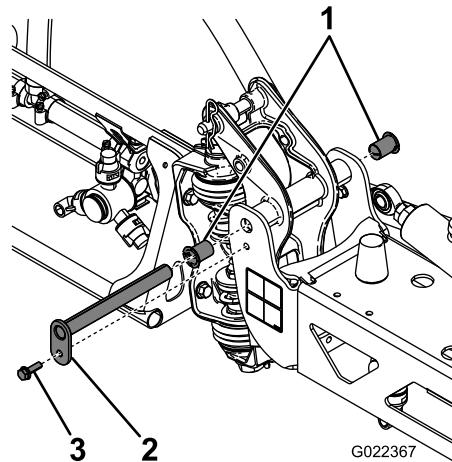

Figura 46
3. Con el peso del brazo apoyado, retire el perno y la tuerca que fijan el pasador de giro al conjunto del brazo (Figura 46).
6. Retire los casquillos de nailon desde delante y desde detrás del soporte pivotе e inspecciónelos (Figura 46).
8. Instale el conjunto de brazo y soporte del pivotе en el bastidor central, alineando los orificios (Figura 46).